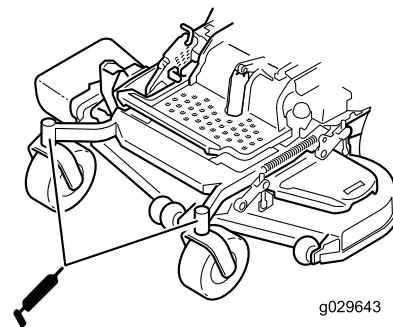

Figura 46
10. Instale el tapón hexagonal y la tapa (Figura 46).